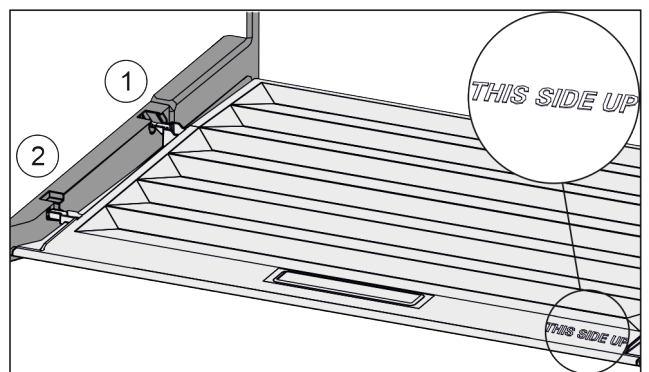

Fig. 94
- ▶ Introduire les rainures du couvercle par l'orifice du support arrière Fig. 94 (1) et les enclencher à l'avant dans le support Fig. 94 (2).